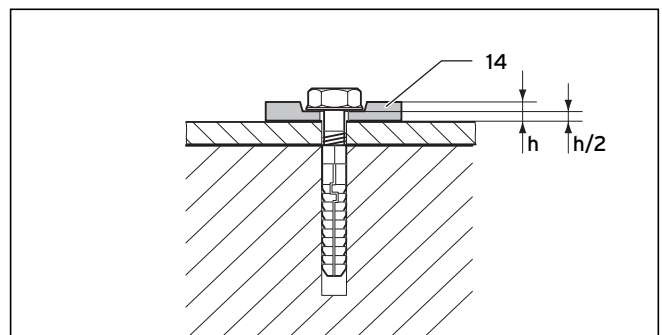

Рис. 6.41 Крепление гибкими подкладными шайбами
Обязательно используйте 4 гибких подкладных шайбы (14), чтобы можно было сбалансировать растяжение материала. Спрессуйте подкладные шайбы на 50 %, см. рис. 6.41.